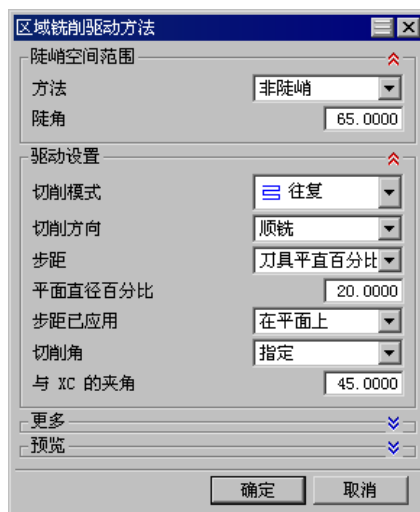

图 10.15 “区域铣削驱动方法”对话框
Step2. 在“区域铣削驱动方法”对话框中设置图 10.15 所示的参数, 然后单击  按钮。